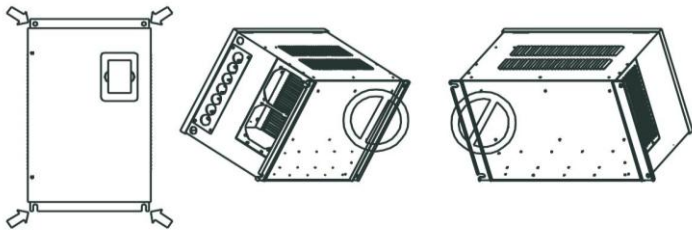
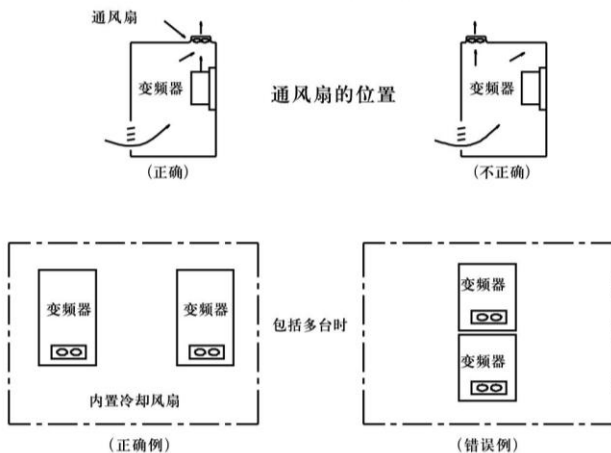

图 1-4 变频器垂直安装示意图
图 1-5 变频器安装在控制柜内示意图
- 变频器装在控制柜内，应保证控制柜与外界通风流畅。请垂直安装变频器，便于热量向上散发，不能倒置（详见图 1-4）；若柜内有较多变频器时，为保证变频器的散热空间最好将变频器并排安装；在需要上下安装时，请安装隔热导流板（详见图 1-5）。